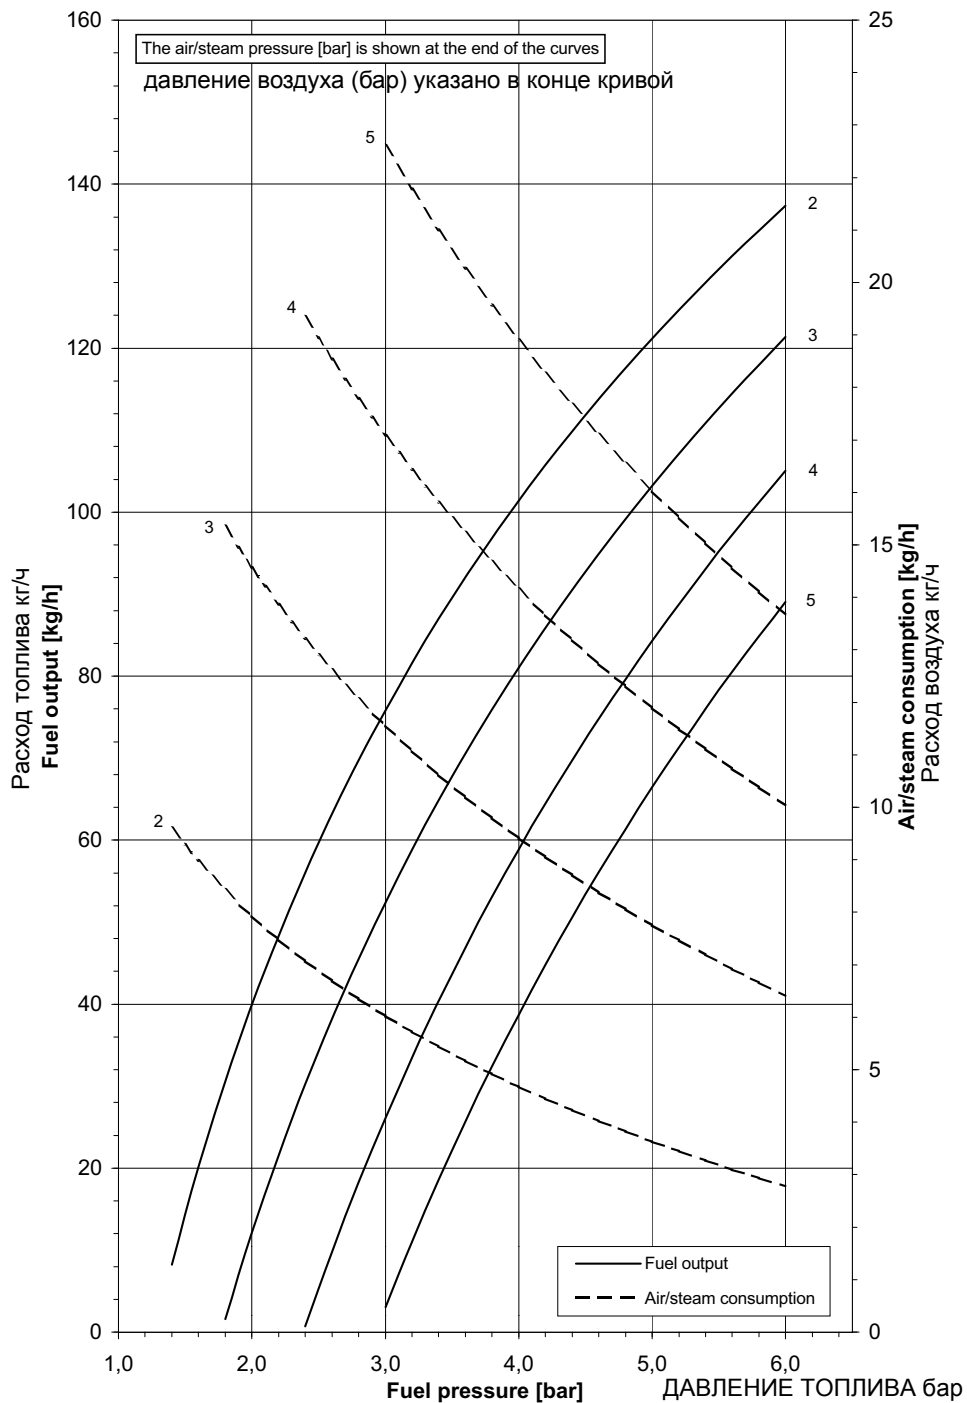
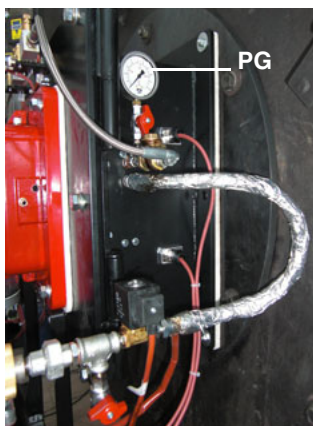
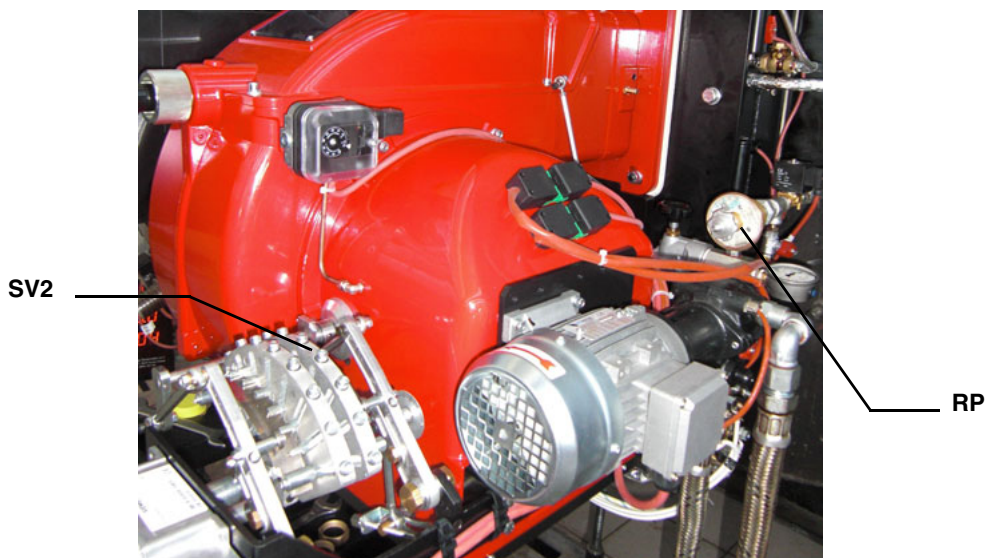

Рис. 20
Рис. 22
Рис. 24
- 9 для получения максимального расхода мазутного топлива регулировать давление (считывая значения на манометре **PG** - Рис. 22): все время проверяя параметры продуктов сгорания, воздействовать на винт варьируемого сектора **SV2** (см. Рис. 24), но по достижении положения большого пламени.
- 13 Сместить кулачок **V** (малое пламя на мазутном топливе) в сторону минимальной мощности, с тем, чтобы сервопривод начал закрываться, до тех пор, пока два подшипничка не совместятся с регулировочным винтом, относящимся к самой низкой точке: закручивать винт **V2** (Рис. 24) для увеличения расхода, откручивать - для уменьшения, с целью получения значения давления, как на графике на Рис. 20, на основании требуемого расхода.